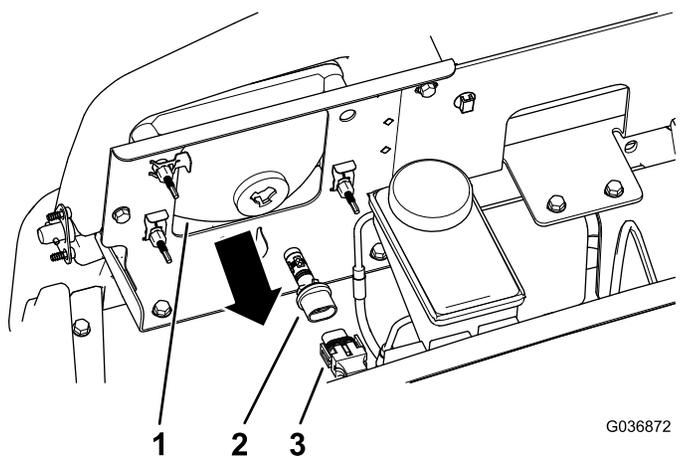

図 42
3. ヘッドライトハウジングの裏側からきているランプアセンブリ用ハーネスコネクタを外す 図 42。
4. ランプアセンブリを左に1/4回転させて後ろに引き抜いてヘッドライトハウジングから取り出す 図 42。
5. 新しいランプアセンブリとヘッドライトハウジングを入れ、ランプアセンブリについているタブをヘッドライトハウジングのスロットに合わせる 図 42。
6. ランプアセンブリを右方向に1/4回転させて取り付ける 図 42。
7. ハーネス用のコネクタを、新しいランプアセンブリのコネクタに接続する 図 42。